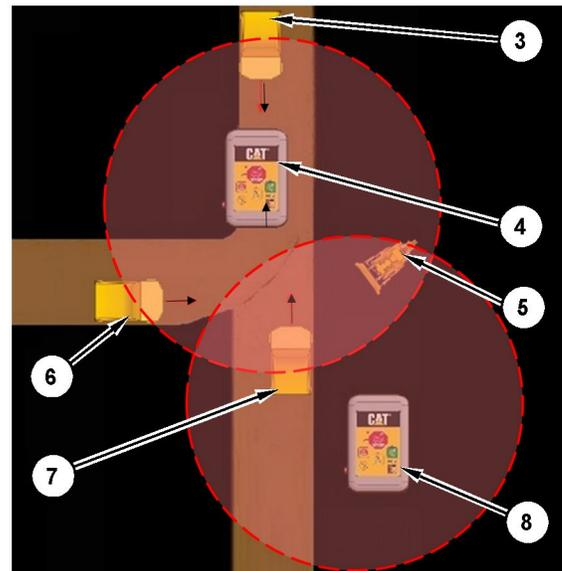

Ilustración 10
Cuando más de un transmisor de parada autónoma envíe una señal de parada autónoma, todos los transmisores que enviaron una orden de parada autónoma deberán enviar una señal de "reajuste" y de "cancelación". En la ilustración 10, la máquina B (5) y la máquina D (7) equipadas con parada autónoma solo se detienen por medio de un transmisor A (4) y un transmisor B (8) de parada autónoma, de modo que ambas máquinas equipadas con parada autónoma necesitarán recibir una señal de "reajuste" y de "cancelación" de ambos transmisores de parada autónoma antes de que puedan continuar operando.
Nota: Después de que todas las máquinas se hayan detenido, como se muestra en la ilustración 10 , el operador que posee el transmisor B (8) se debe mover a la misma posición que el operador que posee el transmisor A sin oprimir el botón de “reajuste” en la parada automática. En este caso, el transmisor B ha enviado ahora una orden de parada a las cuatro máquinas. En este caso, ambos transmisores deberán enviar la señal de “reajuste” y “cancelación” a todas las máquinas.